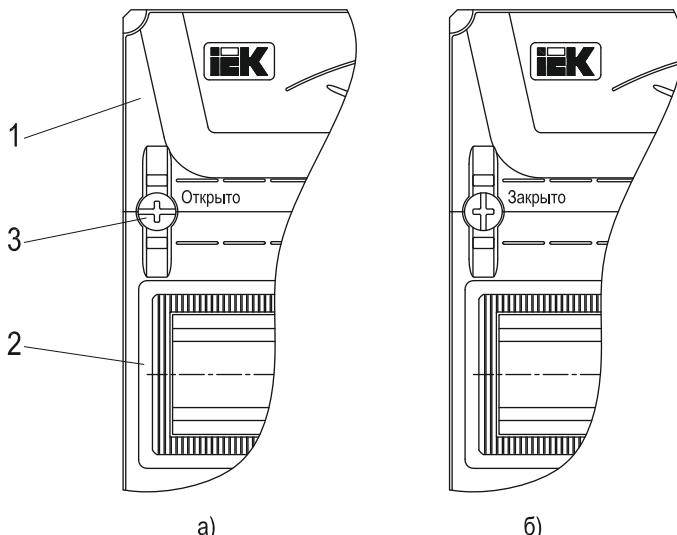

Рисунок 2 – Оперативная панель
4.5 Оперативная панель выполнена сборной, состоящей из торцевых (1) и линейных (2) модулей и крепежных клипс (3) (рисунок 2). На линейных модулях имеются окна для выхода модульной электроаппаратуры, в нижнее окно установлена заглушка (только для корпусов с двумя окнами и более).
6.1 Открыть дверь корпуса и посредством отвёртки повернуть крепёжные клипсы на оперативной панели на угол 90° (шильдики на головке клипсы должны встать параллельно Т-образной направляющей TH35-7,5 (ГОСТ IEC 60715)), при этом панель отщелкнётся со стоек, и ее можно снять (рисунок 2а). Торцевым гаечным ключом на 10 мм открутить гайки и демонтировать из оболочки монтажную раму.
6.5 Установить оперативную панель. Для этого повернуть крепёжные клипсы таким образом, чтобы шлиц на головке встал перпендикулярно Т-образной направляющей TH35-7,5 (ГОСТ IEC 60715), и надавить на них, при этом панель защелкнётся в стойке (рисунок 2б).